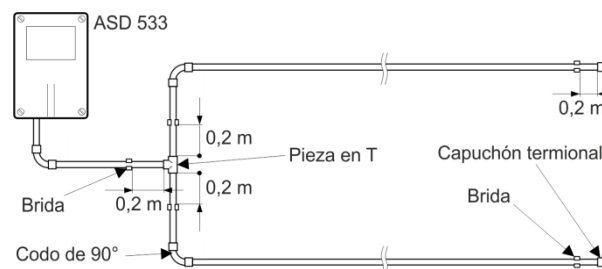

Fig. 22 Codos de 90° y punto de bifurcación
- En caso de utilizar puntos de bifurcación en el conducto de aspiración, deberá respetarse una distancia mínima de 0,2 m desde la pieza en T hasta las bridas, **Fig. 22**.
- Para los cambios de dirección en vigilancias de recintos se emplearán preferentemente codos de 90° en lugar de ángulos de 90°, **Fig. 22** (véase también el cap. 4.4.2).